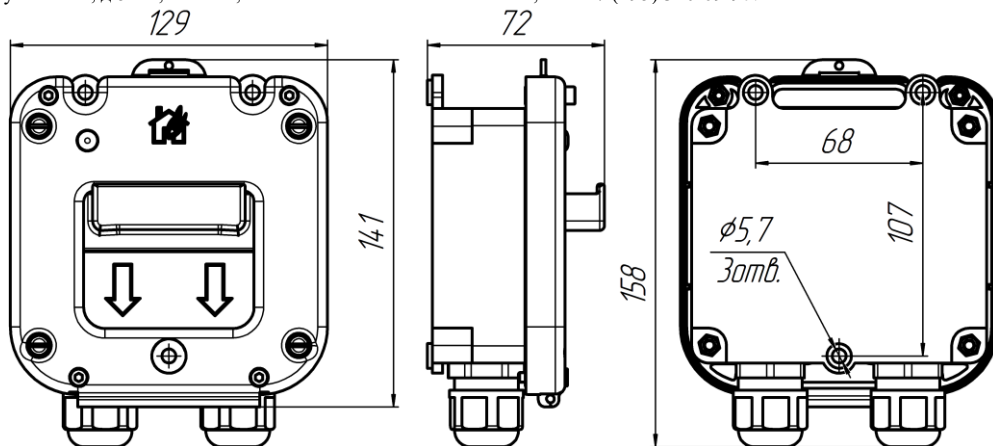

Рис.3. Габаритные размеры извещателя
2.4. Конструктивно извещатель состоит из пластикового корпуса, все части которого выполнены из антистатического пластика с поверхностным сопротивлением не более 10^9 Ом/см² при температуре $(23 \pm 2)^\circ\text{C}$ и относительной влажности $(50 \pm 5)\%$ в соответствии с ГОСТ 31610.0-2014 (IEC 60079-0:2011), основание которого с электронным блоком закрепляется на стене помещения. Затем лицевая панель с приводным элементом шурупами крепится к основанию. Корпус извещателя по требованию заказчика может быть оборудован герметичными пластиковыми кабельными вводами для подведения проводников диаметром от 6 до 14мм или от 11 до 17мм, герметичными вводами МКВ (см. таблицу) из нержавеющей стали марки 12Х18Н10Т, предназначенными для различных вариантов прокладки кабеля количеством 2 шт. Элементы конструкции извещателя показаны на рис.1. Габаритные размеры извещателя показаны на рис.3.